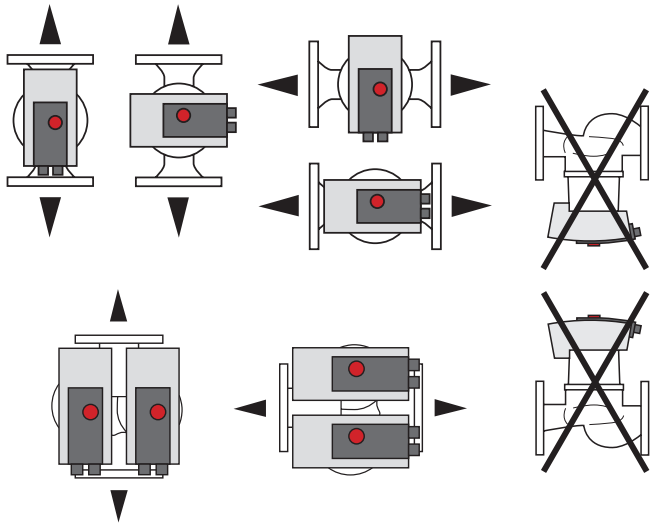

Fig. 4: Επιτρεπόμενοι τρόποι εγκατάστασης
1. Ελέγξτε τις επιτρεπόμενες θέσεις εγκατάστασης → Fig. 4.